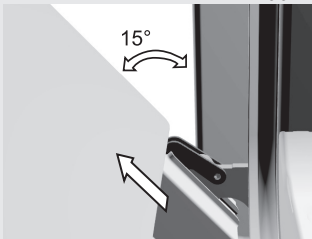

Abb. 3
- Die innere, dritte Glasscheibe (nur bei einigen Modellen) können Sie entfernen, indem Sie die Schrauben auf dem Gummi auf der linken und rechten Seite lösen (Abb. 3). Entfernen Sie nun die Glasscheibe (in Richtung des Pfeils Nr. 2).
- Machen Sie darauf langsam die Tür zu, damit die Sperren auf den Halterungen aufsitzen. Heben Sie die Tür unter einem Winkel von ungefähr 15° (in Bezug auf die geschlossene Tür) ein wenig an und ziehen Sie sie aus beiden Scharnierhalterungen heraus (Abb. 3).